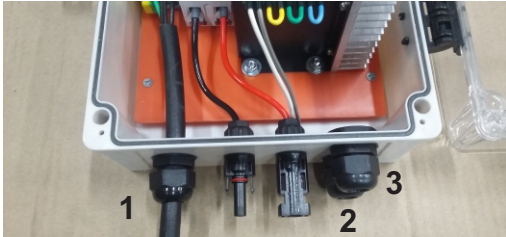

Figura 8: Passagem do cabo pelo prensa cabo nº1.
- Leve os cabos da motobomba até o quadro com inversor de frequência FAMAC SOLAR, passe pelo prensa cabo nº1 (Figura 8), verifique se a passagem ficou vedada.